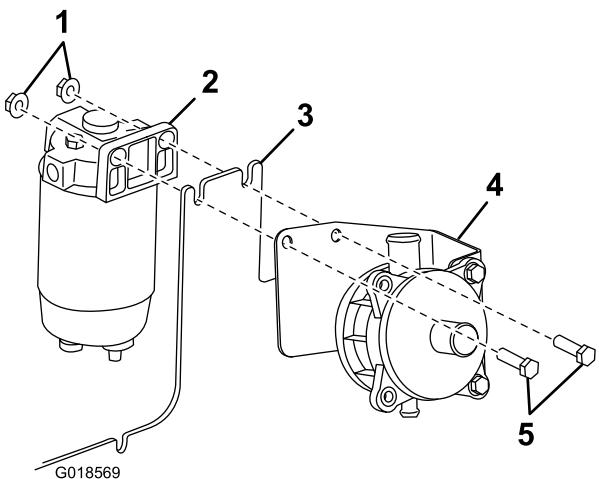

Figura 3
- Installate il nuovo sfiatatoio e la relativa staffa (e il separatore olio-acqua esistente) sul telaio della macchina (dove era montata la vecchia staffa dello sfiatatoio) con i 2 bulloni e i 2 dadi esistenti rimossi precedentemente; vedere Figura 3.